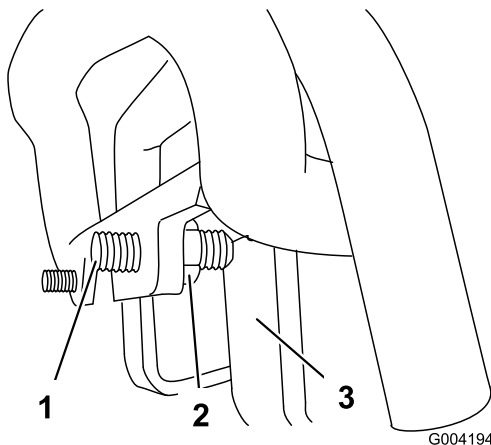

Figure 57
3. Si la machine se déporte vers la **gauche**, desserrez l'écrou de blocage **droit** et ajustez la vis de réglage du centrage à l'avant de la commande de déplacement (Figure 57).
4. Si la machine se déporte vers la **droite**, desserrez l'écrou de blocage **gauche** et ajustez la vis de réglage de centrage à l'avant de la commande de déplacement (Figure 57).